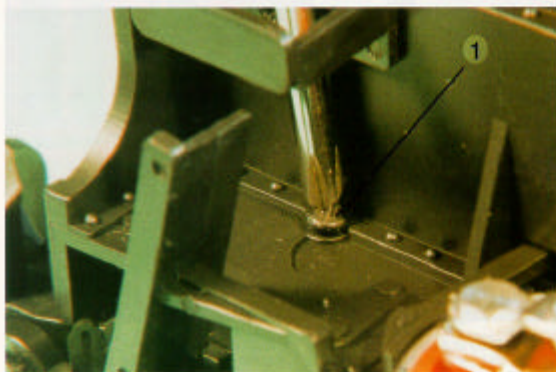

Abbildung 1
Bild 1 zeigt die erste zu entfernende Schraube (1). Sie befindet sich in Fahrtrichtung rechts unter dem Führerhaus.